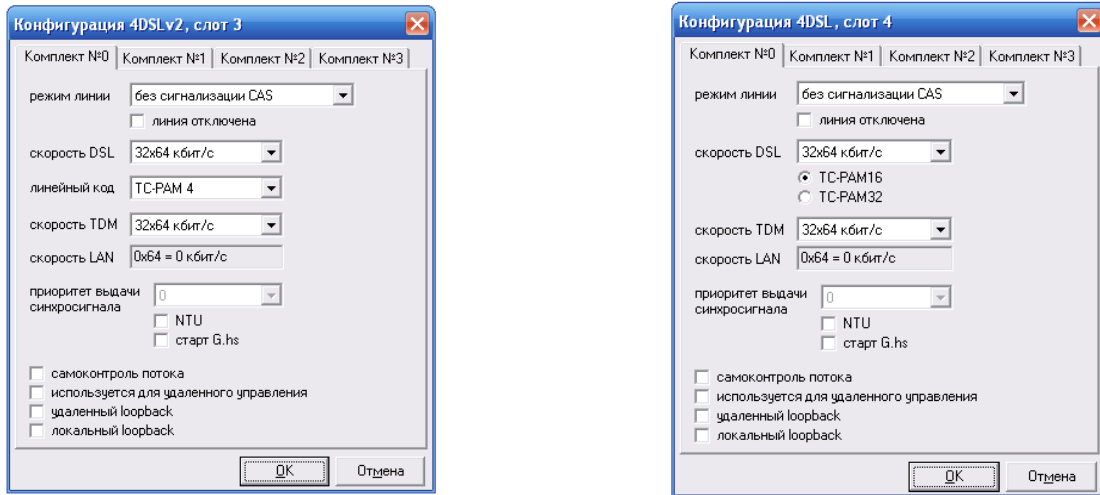

Рисунок 19
- щелкнуть правой кнопкой мыши на изображении платы и выбрать из контекстного меню пункт «*конфигурация платы*», после чего появится окно позволяющее установить параметры платы (рис. 19);